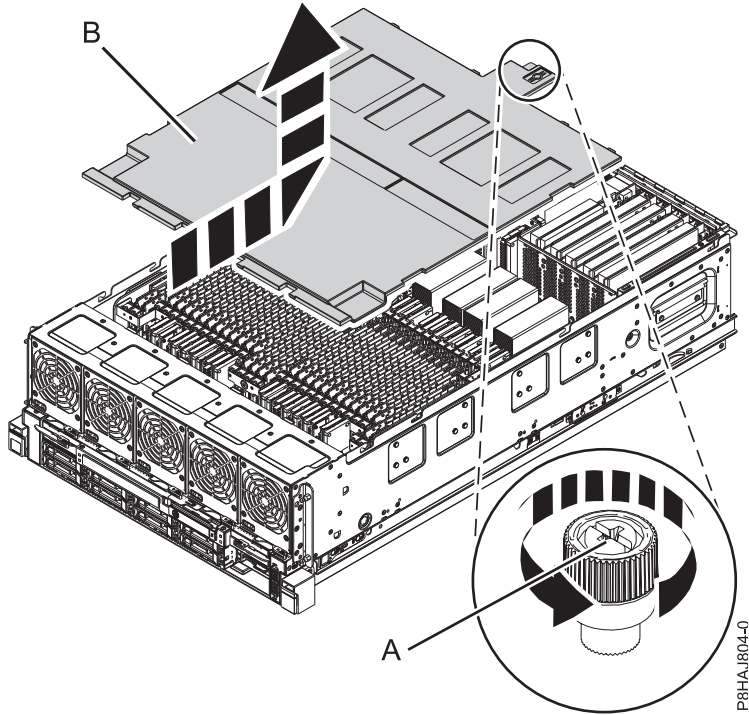

Figura 28. Extracción de la cubierta de seguridad
2. Afloje el tornillo de mano (A) situado en la parte posterior de la cubierta, girándolo en la dirección que se muestra en la Figura 28 en la página 48.
3. Deslice la cubierta de seguridad (B) hacia la parte posterior del sistema. Cuando la parte frontal de la cubierta se haya separado del reborde superior del chasis, levante la cubierta hacia arriba y fuera del sistema.